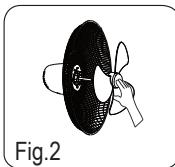

Fig.2
4. Plaats het ventilatorblad op de ventilator motoras en zorg ervoor dat de spindel is gemonteerd in de groef van het ventilatorblad. Draai de waaierbout linksom om het ventilatorblad vast te zetten. (Afb. 2)